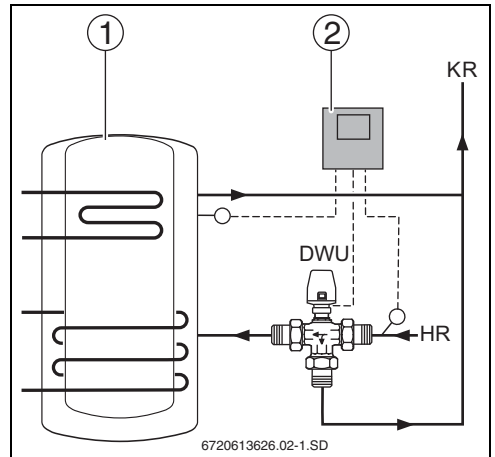

Fig. 35 Aumento da temperatura de retorno
- ▶ Instalar a válvula de 3 vias no tubo de retorno entre o termoacumulador intermédio ou termoacumulador combinado (→ Fig. 35, pos. 1) e a caldeira de aquecimento, conforme a seguinte tabela.